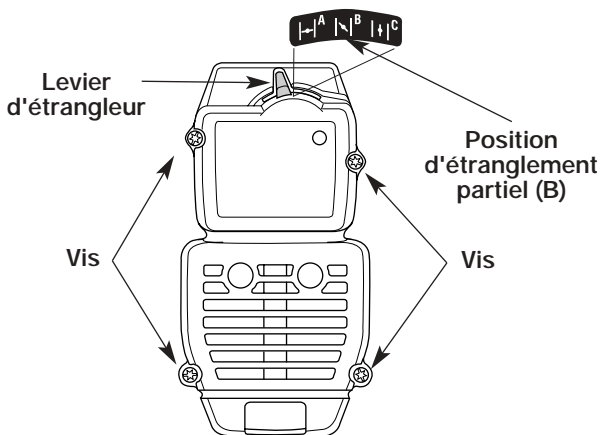

Fig. 17
1. Mettez le levier d'étrangleur en position d'étranglement **PARTIEL** (B).
REMARQUE: pour enlever le couvercle du filtre à air/silencieux, le levier d'étrangleur doit être en position d'étranglement **PARTIEL** (B) (Fig. 17).
2. Retirez les quatre (4) vis retenant le couvercle du filtre à air/silencieux (Fig. 17). Servez-vous d'un tournevis à lame plate ou à mèche no. 20 Torx.
2. Insérez les quatre (4) vis dans les trous du filtre à air/couvercle du silencieux (Fig. 17) et vissez sans trop serrer.